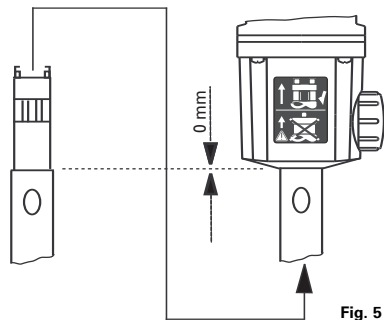

Fig. 5
- Enfoncer l'outil de dispersion (rep. 9) par le bas dans l'unité d'entraînement jusqu'à la butée. Veuillez effectuer l'insertion dans le bon sens (voir le pictogramme: vis de l'avant de la commande et de l'outil dispersant, les ergots saillants doivent se trouver sur le côté). Après une brève résistance l'arbre s'enclenche dans un « clic ». L'outil dispersant est bien monté lorsque le talon coïncide avec le bord inférieur de l'unité d'entraînement (voir fig. 5).